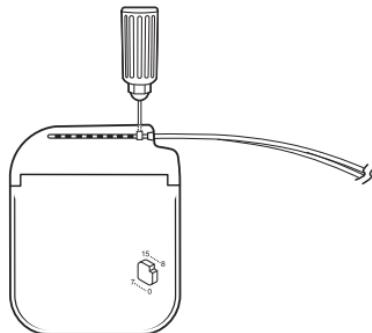

Figura 2. Serraggio delle viti di arresto nella guarnizione autosigillante.
5. Per ogni estensione o spinotto, inserire a fondo il cacciavite torsiométrico (fornito in dotazione con il neurostimolatore) in ciascuna guarnizione autosigillante del blocco connettore e serrare ciascuna vite di arresto (Figura 2).